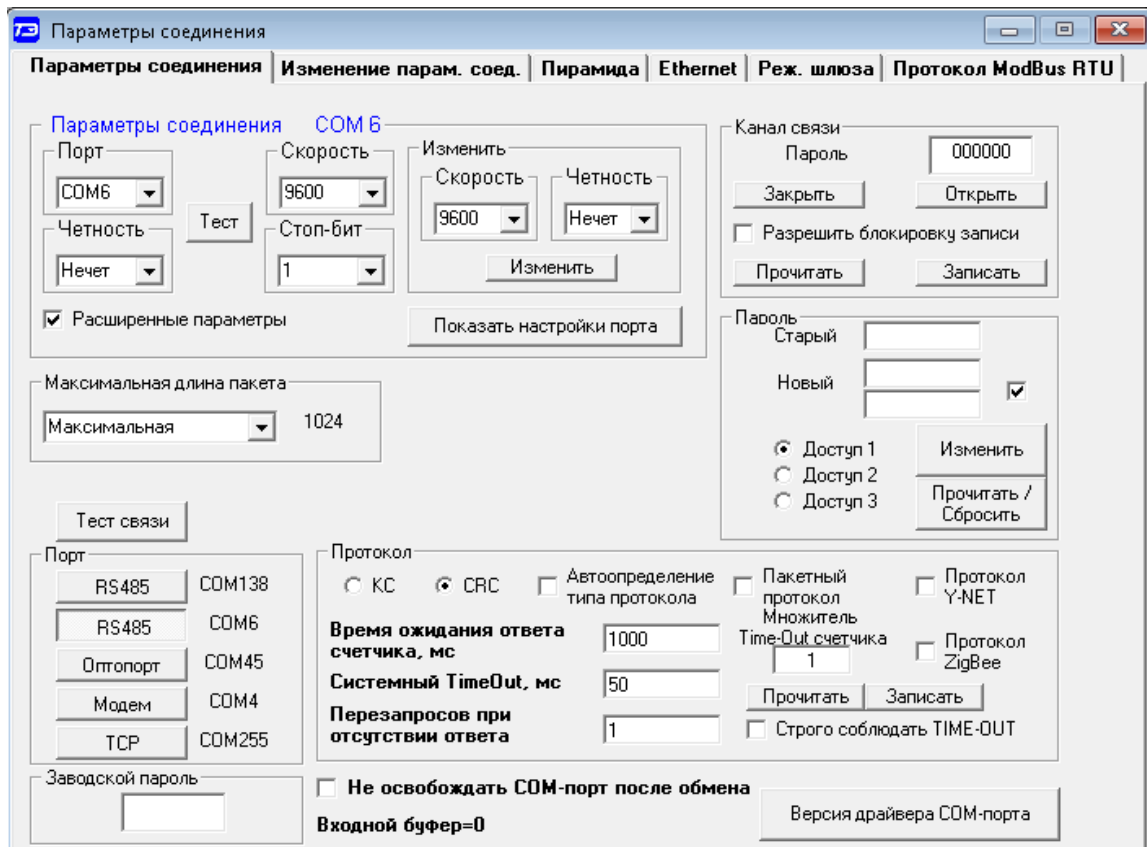

Рисунок 2 - Форма «Параметры соединения»
- на форме «Параметры соединения» (рисунок 2) нажать кнопку «Оптопорт», а в окне «Порт» ввести номер СОМ-порта компьютера, к которому подключен оптопорт;
- на форме «Параметры соединения» (рисунок 2) нажать кнопку «RS-485», а в окне «Порт» ввести номер СОМ-порта компьютера, к которому подключен радиомодем;